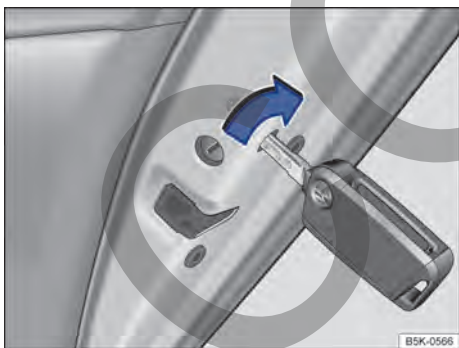

Fig. 73 En el frontal de la puerta trasera derecha: bloqueo de emergencia del vehículo con la llave de este.
- Introduzca el paletón de la llave o la llave de emergencia en la ranura y gírelas → fig. 73.